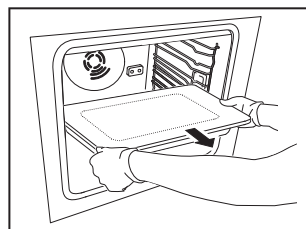

Fig. 4
2. Com ambas as mãos, retire a placa de indução e guarde-a, evitando cuidadosamente impactos que podem danificar o vidro ou a ficha elétrica (Fig. 4).